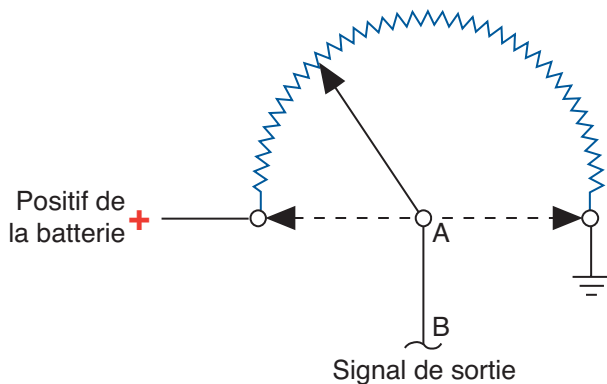

Figure 2-60
5. Référez-vous à la **figure 2-60**. En utilisant le code de couleurs décrit dans ce chapitre pour l'identification d'un circuit sur un schéma électrique, avec quelle couleur devrait-on surligner le fil A-B?